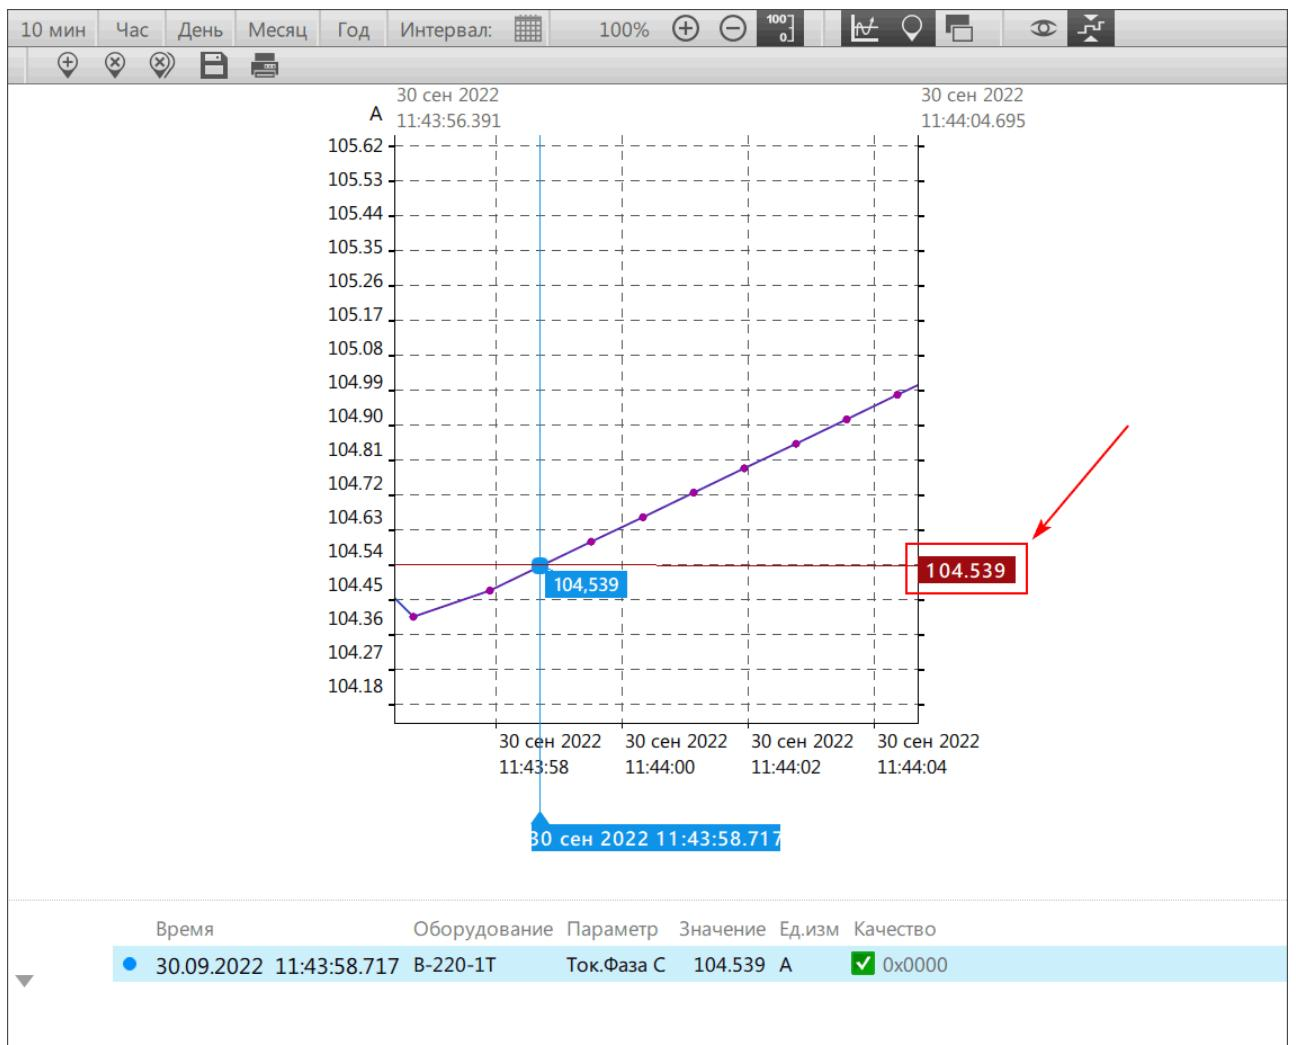

Рисунок 106 - Фиксированный маркер
4. Нажмите **OK**. На графике появится фиксированный маркер (Рисунок 106).